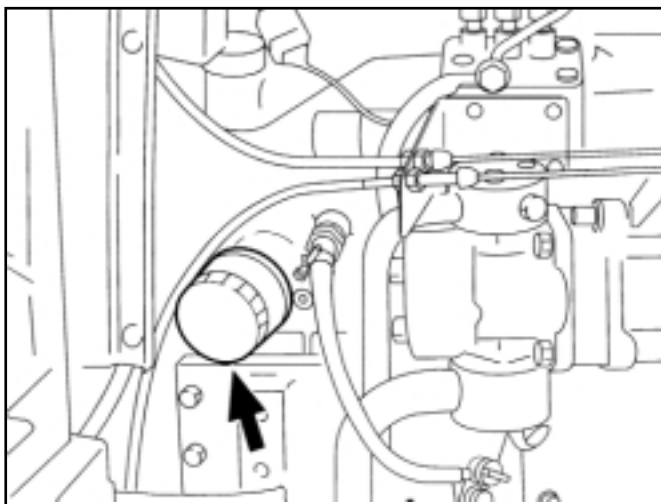

FIG. 99 / ABB. 99 / FIG. 99
2. Enlevez le filtre à huile (Fig. 99). Assurez-vous que le joint du filtre original est enlevé.